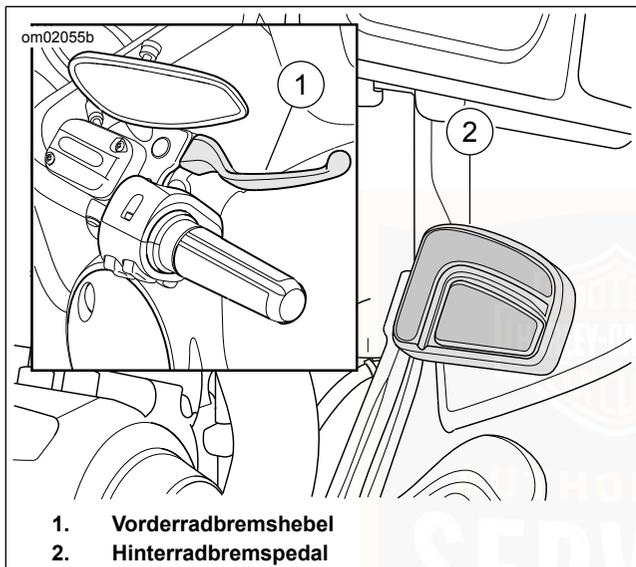

Abbildung 48. Bedienungselemente für Bremsen
Siehe Abbildung 48. Mit dem Vorderradbremshebel (1) wird die Vorderradbremse betätigt. Der Hebel befindet sich am rechten Lenker. Den Handhebel mit den Fingern der rechten Hand betätigen.
Siehe Abbildung 48. Mit dem Hinterradbremspedal (2) wird die Hinterradbremse betätigt. Das Pedal befindet sich auf der rechten Seite. Das Hinterradbremspedal mit dem rechten Fuß betätigen.